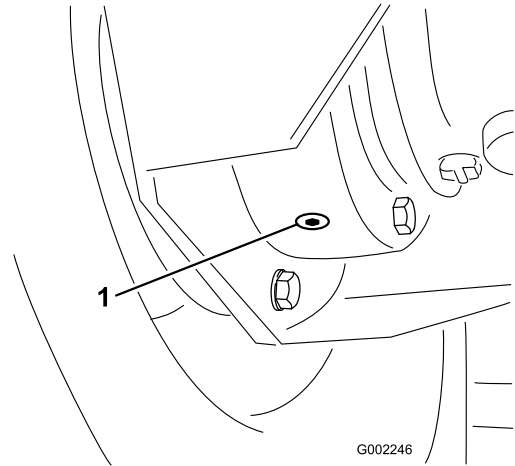

Bild 62
4. Stellen Sie eine Wanne unter die innere Ablassschraube und nehmen Sie sie ab (Bild 62).